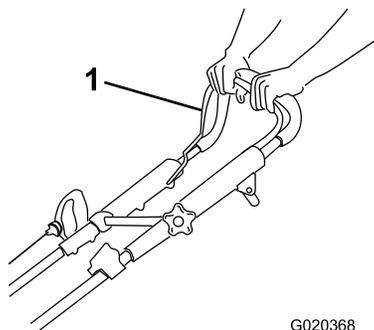

Figure 17
1. Maintenez la barre de commande de la lame (Figure 17) contre le guidon.